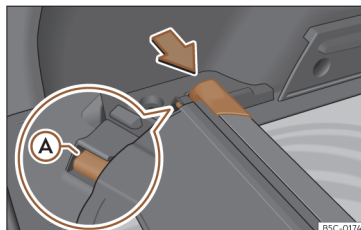

Fig. 122 Na bagageira: alojamento para guardar a chapeleira enrolável.
- Pressione a cabeça da chapeleira enrolável no sentido da seta até encaixá-la no alojamento previsto para essa utilização »» Fig. 122. Certifique-se de que o patim ① encaixa no alojamento correspondente.